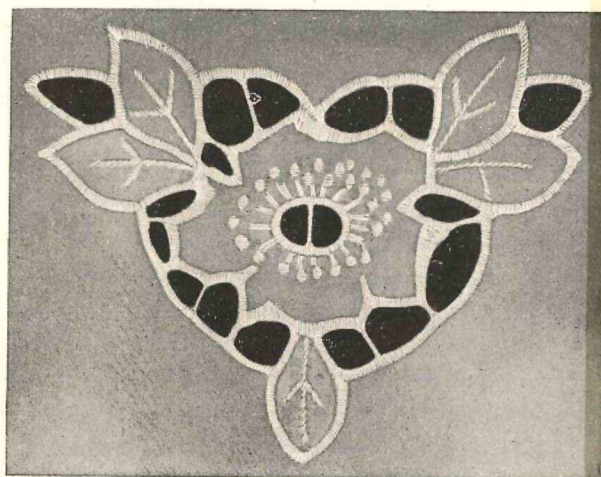

Abb. 53
23. Richelieu-Stickerei (Abb. 53)